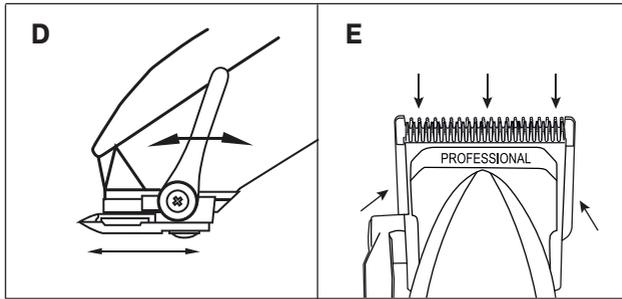

Рис. 2
- Для поддержания устройства в рабочем состоянии необходимо смазывать лезвия (1, 2) после каждого использования (рис. 2).
**Внимание!** Используйте только то смазочное масло (8), которое входит в комплект поставки. **НЕ ИСПОЛЬЗУЙТЕ** для смазки растительное масло, жир, смесь масла с растворителями. Растворители подвержены испарению, после чего оставшееся густое масло может замедлить скорость перемещения подвижного лезвия.
### Выравнивание лезвий (рис.2)